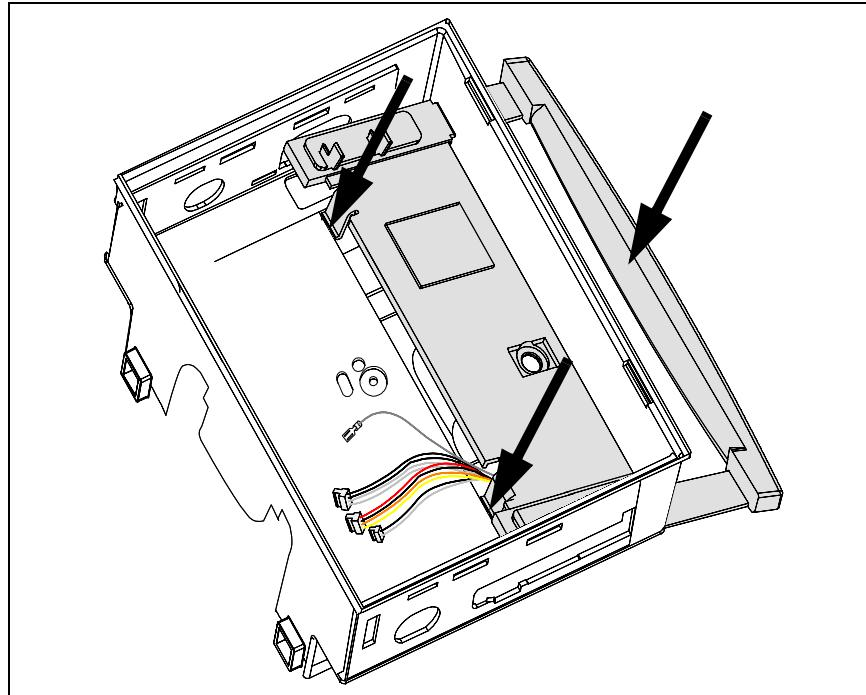

Abbildung 3-22 Griffstützplatte und Griff
Siehe Abbildung 3-22 auf Seite 76.
- 2) Führen Sie einen normalen Schraubenzieher oder die flache Seite des Werkzeugs zur Entfernung der Seitenplatte nacheinander in die beiden in Abbildung 3-22 durch einen Pfeil gekennzeichneten Schlitze, während Sie auf den Griff leichten Druck nach unten ausüben (siehe Pfeil).